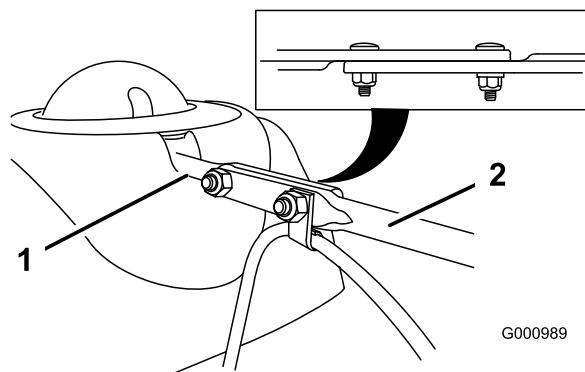

Figure 6
- Alignez l'extrémité plate de la longue tige d'orientation de l'éjecteur sur l'extrémité plate de la tige courte qui part du panneau de commande de façon à les engager l'une dans l'autre (Figure 6).